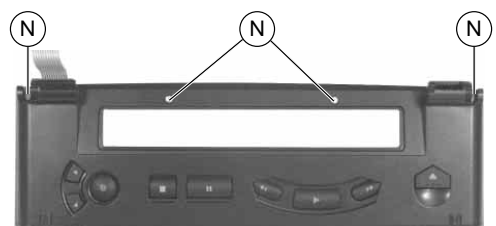

Fig. 6
- Dévisser les 4 vis (N) (Fig. 6).
- Undo 4 screws (N) (Fig. 6).